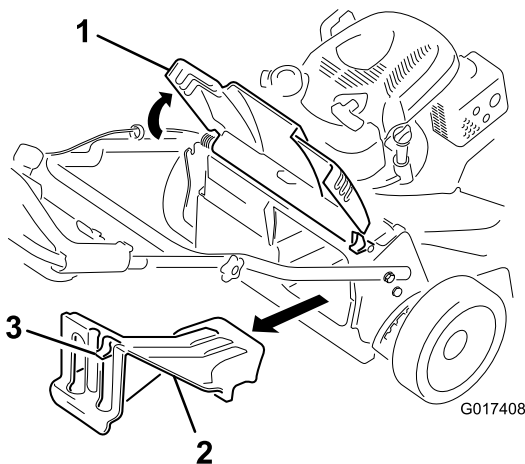

Bild 25
1. Heben Sie das hintere Ablenkblech an und halten Sie es hoch (Bild 25).
2. Drücken Sie zum Entfernen der Heckauswurfklappe den Riegel mit dem Daumen nach unten und ziehen die Klappe aus der Maschine (Bild 25).